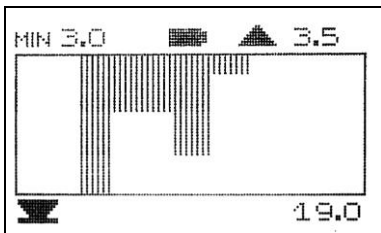

Рис. 18
- значение верхнего предела В-SCAN (См. Рис. 18).